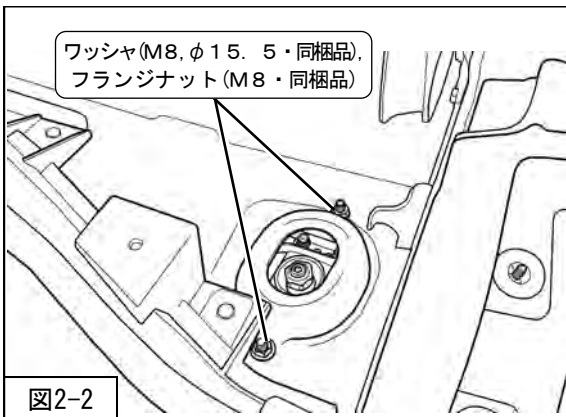

図2-2
- 3. フランジナット (M8・同梱品) (締付トルク：20N・m) ワッシャ (M8, φ15.5・同梱品) を取付けてください。(図2-2)